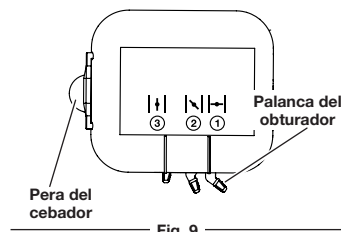
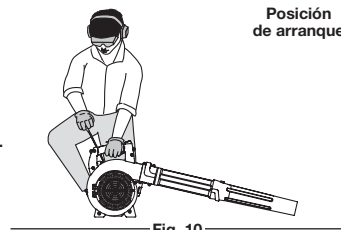

Fig. 9
Fig. 10
3. Oprima y suelte completamente la pera del cebador 10 veces, lentamente. Deberá verse alguna cantidad de combustible en la pera del cebador (Fig. 9). Si no se ve combustible en la pera, oprima la pera hasta que se vea el combustible.
4. Coloque la palanca del obturador en la **Posición 1** (Fig. 9).
5. **No apriete el gatillo.** Colóquese en la posición de arranque (Fig. 10). Tire de la cuerda de arranque 5 veces en un movimiento controlado.
6. Coloque la palanca del obturador en la **Posición 2** (Fig. 9).
9. Continuar oprime el gatillo. Mover la palanca del obturador a la **Posición 3** (Fig. 9) y continuar el calentamiento del motor por un período adicional de 60 segundos. La unidad se puede usar durante este tiempo.
5. Agáchese en la posición de arranque (Fig. 10). Coloque el arrancador eléctrico o el accesorio opcional Power Start Bit™ en el costado de la unidad. Consulte la sección de Operación del manual del operador del Arrancador Eléctrico o Accesorio de Arranque Eléctrico Opcional Power Start Bit™.
6. **No apriete el gatillo.** Apriete y sostenga el botón de ENCENDIDO (I) del arrancador eléctrico o taladro durante 2 segundos.
7. Coloque la palanca del obturador en la **Posición 2** (Fig. 9).
8. **No apriete el gatillo.** Apriete y sostenga el botón de ENCENDIDO (I) del arrancador eléctrico o taladro durante 2 segundos, hasta que la unidad arranque.
11. Continuar oprime el gatillo. Mover la palanca del obturador a la **Posición 3** (Fig. 9) y continuar el calentamiento del motor por un período adicional de 60 segundos. La unidad se puede usar durante este tiempo.